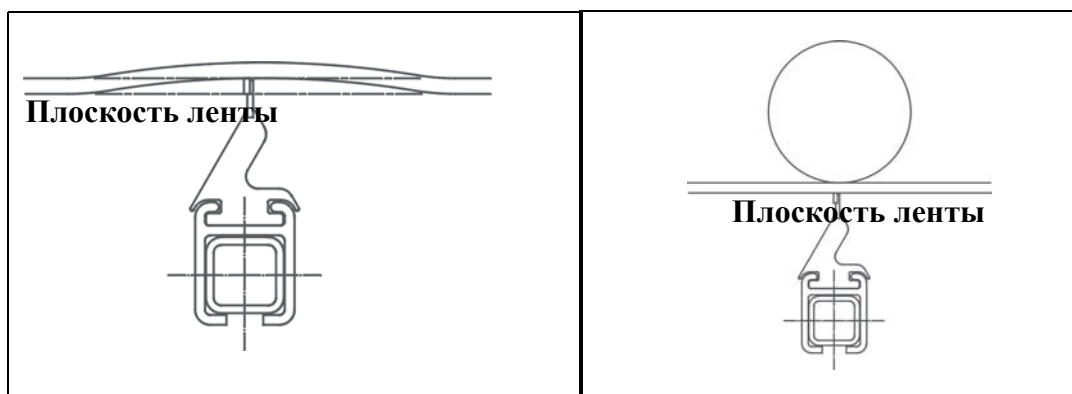

Рисунок 6: Расположение скребка по отношению к плоскости ленты
3. Проверьте, приподнимает ли скребок материал на транспортере (см. рис. 6). Если да, то на расстоянии в 51 мм от места контакта пластины и ленты транспортера следует установить прижимной ролик.